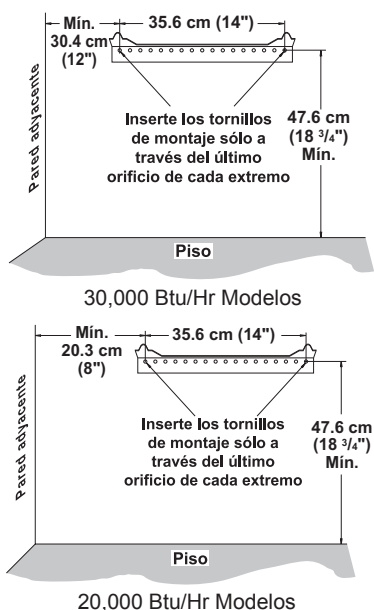

Figura 8 - Distancias mínimas del soporte de montaje
ADVERTENCIA: mantenga las distancias mínimas que se muestran en la figura 8, página 10. Si puede, proporcione distancias mínimas mayores con respecto al piso y la pared de unión.
2. Marque la ubicación de los tornillos en la pared (consulte la figura 8).